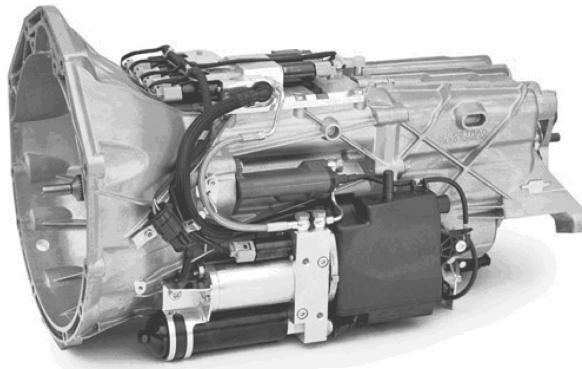

图 1-20 SMG 变速器外形
(1) 定义 宝马 SMG 变速器（英文为 Sequential Manual Gearbox）称为顺序式半自动变速器。其换档控制模式有 S（手动）模式和 A（自动）模式两种，在驾驶过程中两种模式可以随时切换。
(2) SMG 变速器的结构 SMG 变速器是由一台普通的齿轮变速器、一套自动换档机构和电子离合器所组成，其外形如图 1-20 所示。